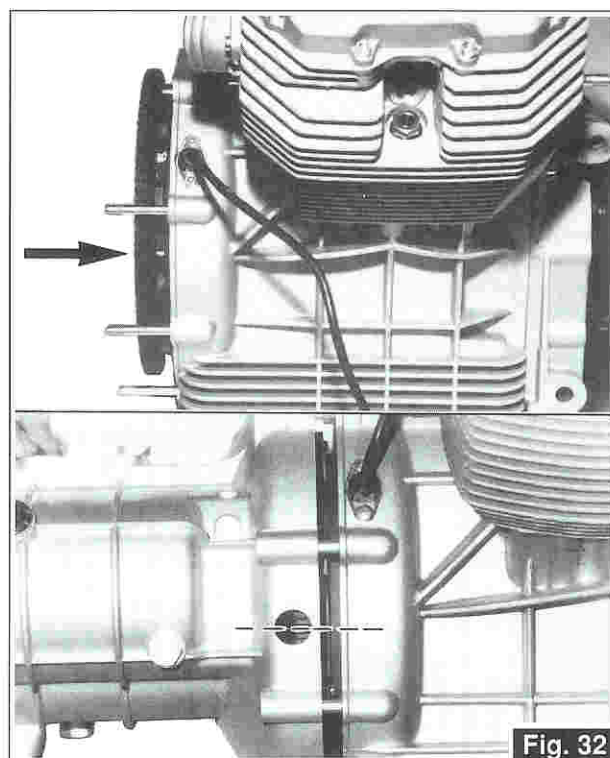

Fig. 32
- Ruotare l'albero motore in posizione di P.M.S. in fase di scoppio (valvole chiuse) del cilindro Sx. (Fig. 32).